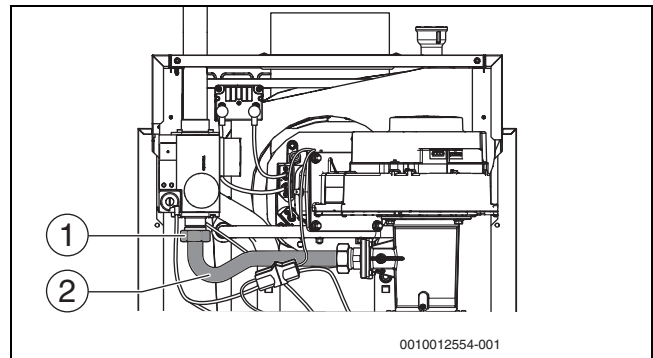

Bild 44 Überwurfmutter mit Gasrohr
- ▶ Überwurfmutter (→ Bild 44, [1]) des Gasrohres (→ Bild 44, [2]) lösen.